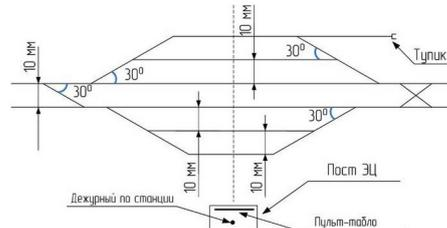

Рисунок 1 Элементы схемы станции
5. Используя инструмент Линия и на панели рисования, изобразите следующие детали (см. рисунок 1).